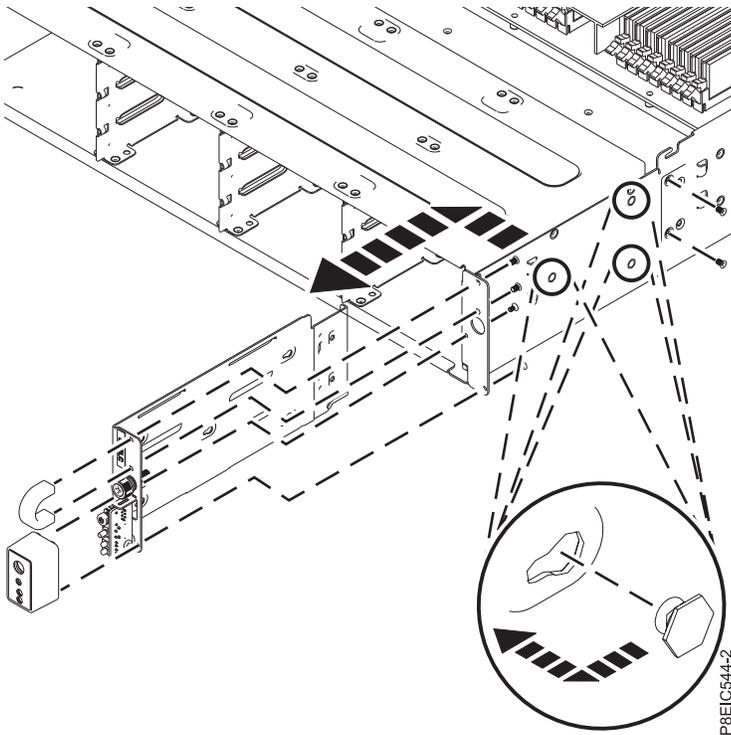

Abbildung 61. Netzschalter und Kabel ausbauen
5. Entfernen Sie die vier Schrauben, mit denen die Frontblende des Netzschalters und der Griff am Netzschalter befestigt sind (siehe Abb. 61 auf Seite 56).
6. Entfernen Sie die zwei Schrauben, mit denen der Netzschalter an der Seite des Chassis befestigt ist (siehe Abb. 61).
7. Ziehen Sie den Netzschalter nach vorne und hängen Sie den Netzschalter anschließend von der Seite des Chassis ab (siehe Abb. 61).